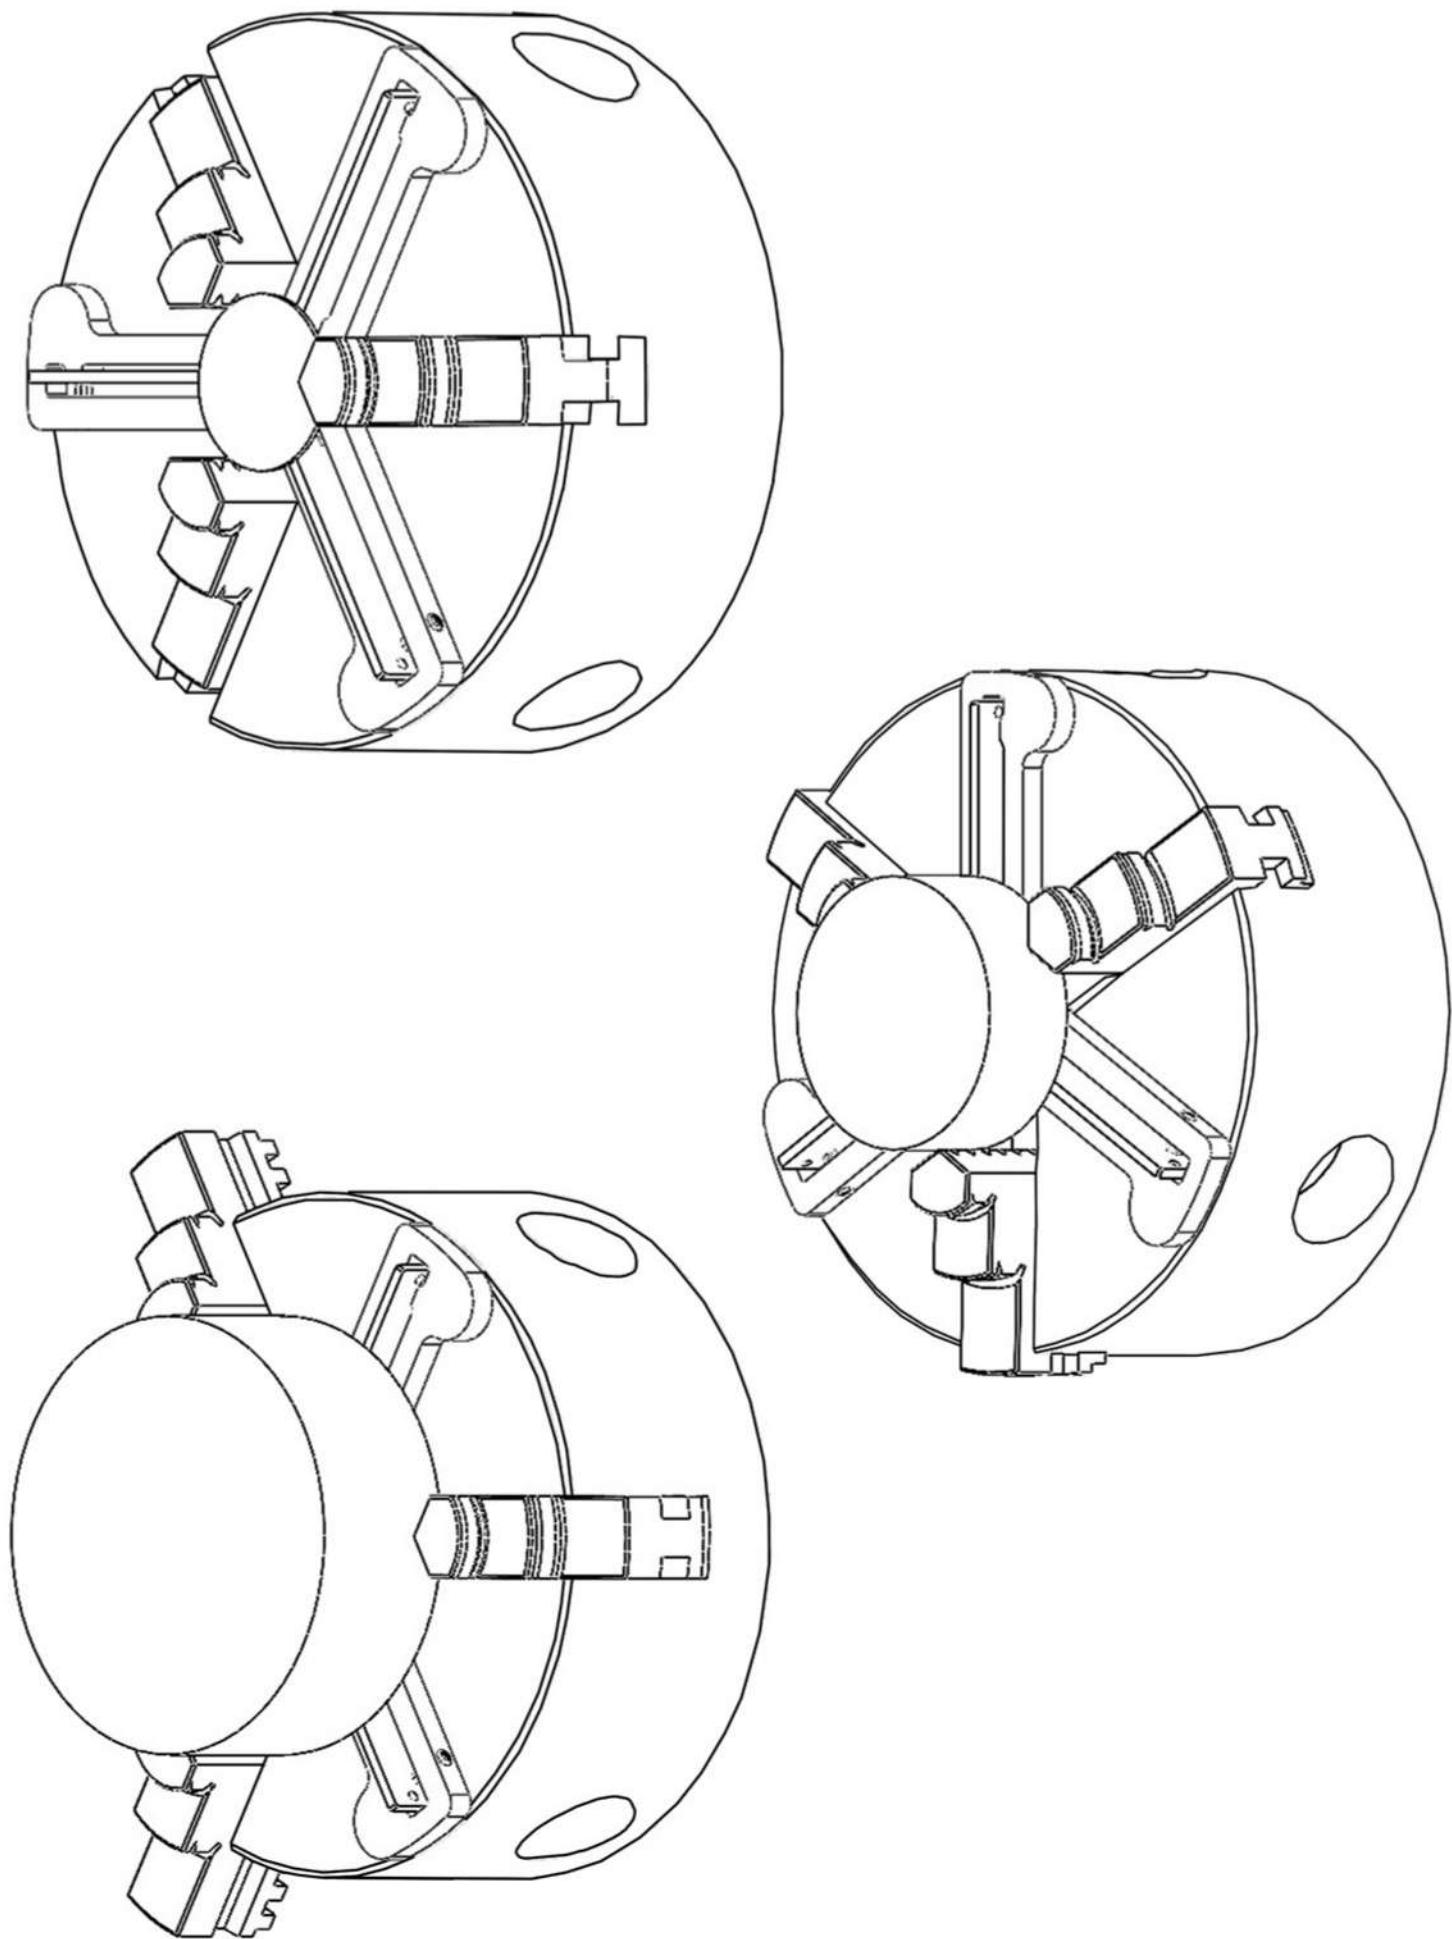

Рисунок 3 - Варианты поджатия заготовок
7.1. Собранный упор с необходимыми параллельками и ограничителем прикрепляем магнитами к базирующей плоскости токарного патрона. При этом, ограничитель должен входить в отверстие патрона, а параллельки - быть направлены в сторону заготовки (Рис. 3).